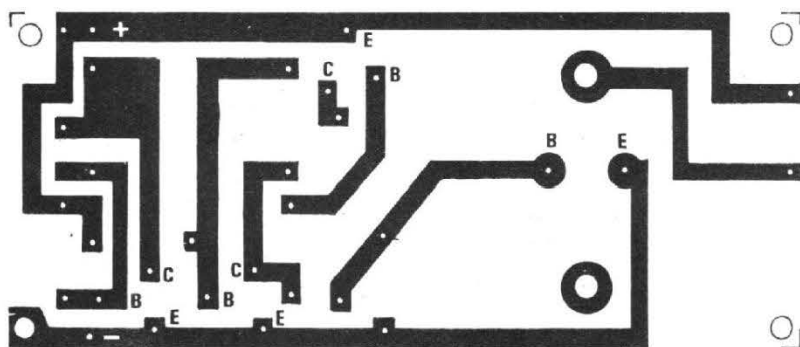

Fig. 2
- d'un commutateur A_1 à inversion court-circuitante pour la fréquence (voir schéma Fig. 2A1),
- d'un commutateur A_2 à inversion à coupure franche pour la tension d'alimentation (voir schéma Fig. 2A2).